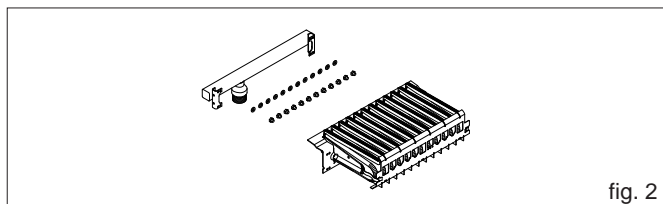

fig. 2
- cu o cheie tubulară sau bifurcată, scoateți duzele și distanțierele (fig. 2) și înlocuiți totul cu componentele din kit